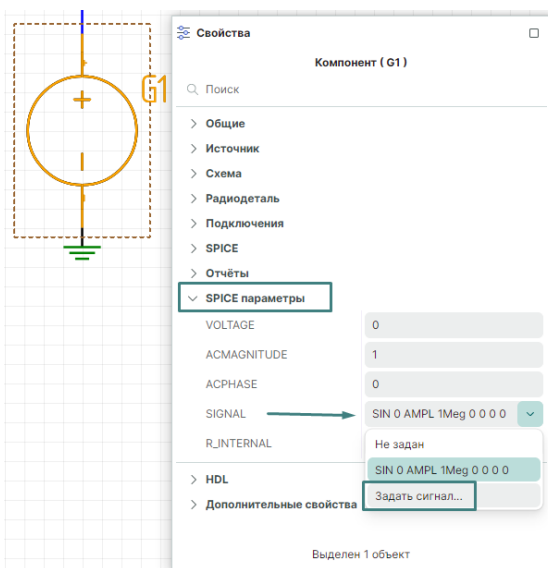

Рис. 111 Создание сигнала из панели «Свойства»
2. Выделить на схеме источник и в панели «Свойства» выбрать «SPICE-параметр» → «SIGNAL» → «Задать сигнал...», см. Рис. 111.